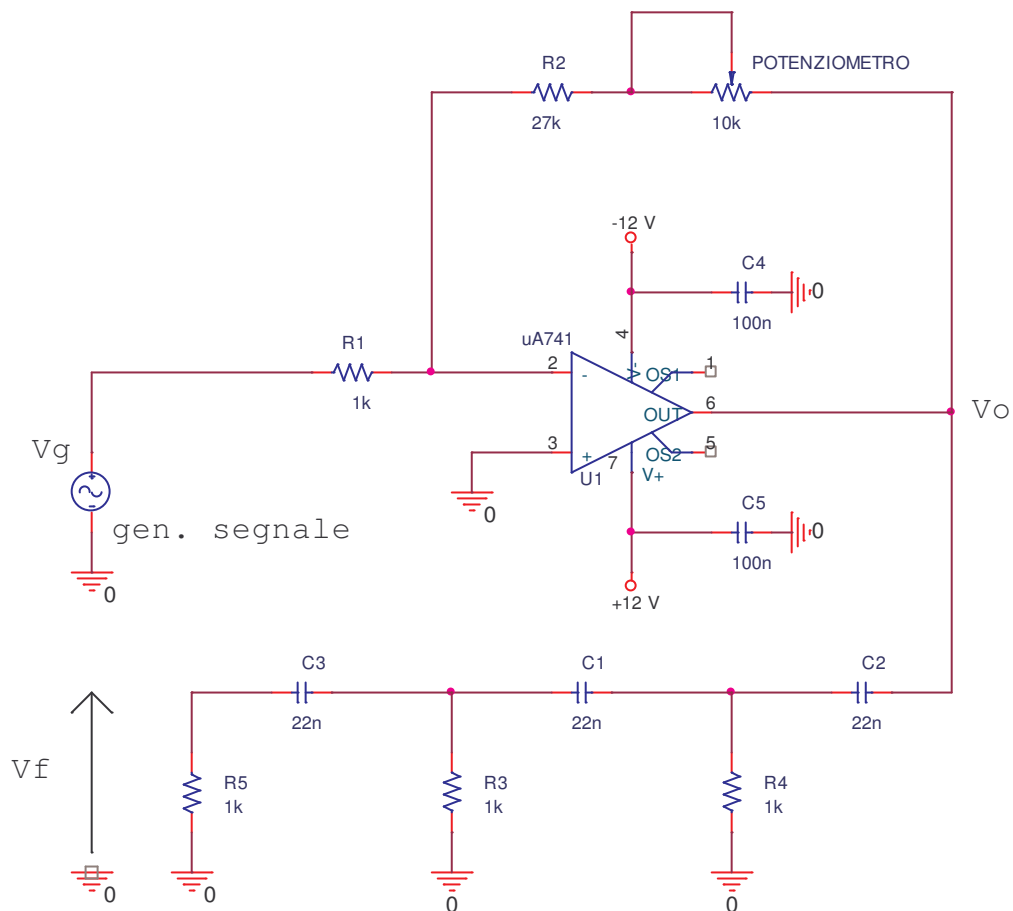

Figura 2
1. **Regolazione del guadagno:** montare inizialmente il circuito come in figura 2 (vedi montaggio suggerito in figura 5), con la rete di reazione  $RC$  aperta e la resistenza  $R_5$  in più. Impostare il generatore di segnale con una sinusoide di frequenza 3 kHz ed ampiezza di 200 mV picco-picco (nota: sul display 100 mV). Regolare il potenziometro fino ad ottenere  $|V_o/V_G| \approx 30.5$ . Questo valore è di un 5% maggiore del valore teorico di guadagno (che era 29) ed è necessario per garantire l'innesco ed il mantenimento dell'oscillazione. Quindi  $|A\beta| > 1$ : **perché nella pratica questo è necessario?**